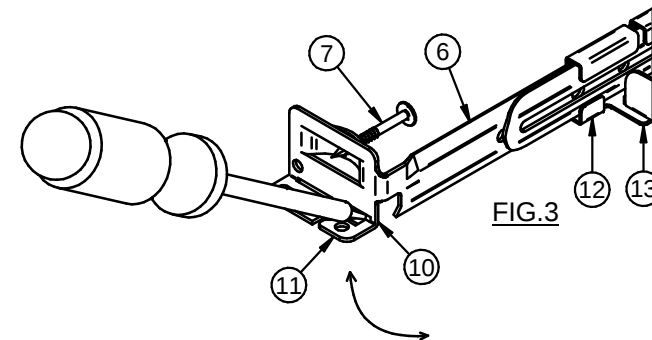

FIG. 3
1. Pour APPLICATIONS IC où le dispositif d'éclairage peut être en contact direct avec l'isolant, retirer du boîtier (3) l'étiquette d'avertissement adhésive qui indique : « AVERTISSEMENT , RISQUE D'INCENDIE, NE PAS INSTALLER L'ISOLANT À UNE DISTANCE INFÉRIEURE À 3 POUCES DES CÔTÉS DU BOÎTIER . »
2. Pour APPLICATIONS NON-IC où, sauf les points de montage, le dispositif est installé à une distance d'au moins un demi pouce d'une surface combustible et l'isolant se situe à une distance minimum de 3 pouces de tous les côtés, retirer de l'intérieur du boîtier (3) l'étiquette adhésive qui indique la puissance en watts (2).
3. Pour solives en bois : utiliser les entailles de centrage (4) situées sur le cadre en plâtre pour placer le dispositif d'éclairage. Faites prolonger les barres de suspension (6), utiliser les languettes d'alignement pour situer le dispositif et enfoncer 4 clous (7) dans les solives (8). Enfoncer des clous supplémentaires comme nécessaire à travers les trous dans les barres de suspension pour plus de support. Les barres peuvent être raccourcies selon l'entaille sur les barres pour s'ajuster aux conditions étroites de montage et les languettes d'alignement peuvent être également retirées à l'aide des pinces pour ajustement verticalement.
4. Pour plafonds suspendus : Placer le dispositif d'éclairage sur l'armature du plafond de manière que les barres en « T » (9) pénètrent les encoches sur les barres de suspension (10). À l'aide d'un tournevis à tête plate ou autre outil, plier les languettes de montage sur les barres en « T » vers le bas, en position verticale (La Figure 3). Fixer le boîtier à la structure de support insérant des fils à ligature (non inclus) dans les trous fournis. Des vis à métal (non inclus) peuvent être substituées dans les trous fournis (20).
5. Fixer le boîtier au long des barres de suspension dans la position désirée et à l'aide des pinces appuyer fermement sur les 4 languettes de blocage (12) du cadre en plâtre (13) et sur les barres de suspension pour éviter quelque mouvement du boîtier. Les barres de suspension (6) peuvent être installées dans les rainures en alternance (23) si les conditions de montage l'exigent.